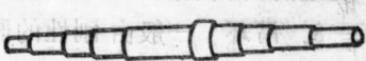

图 1-7 电动机的转轴
1. 转轴 一般用中碳钢加工而成。转子铁心被套在转轴上。该轴支承着转子的重量，使转子在定子内腔均匀地旋转，并传导电动机的输出力矩，转轴的形状如图 1-7 所示。